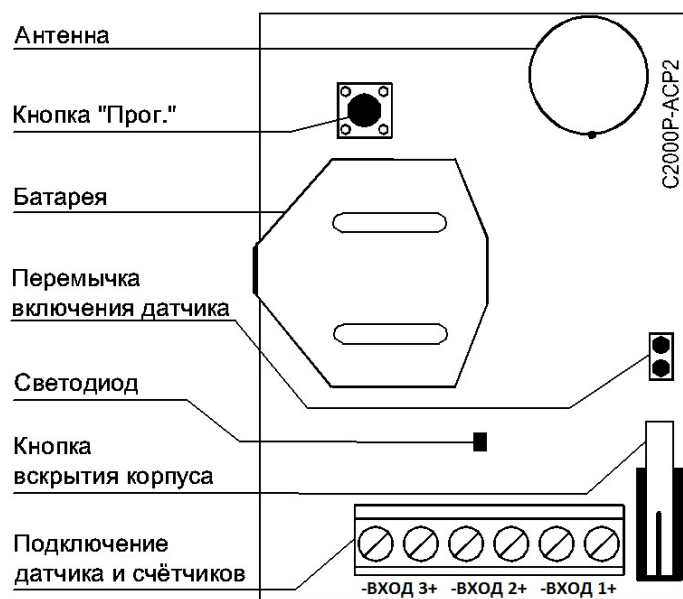

Рисунок 11.12
*Настройку АСР2 следует производить при 30-ти секундном режиме опроса. Для перехода в этот режим следует запустить «Конфигуратор С2000Р» (см. Раздел 8) и выполнить короткое нажатие кнопки вскрытия корпуса на плате АСР2 (см. Рисунок 11.12).*
Тест качества связи запускается посредством короткого нажатия на кнопку «Прог.» (см. Рисунок 11.12). Процедура длится 60 секунд, при этом подаётся световая индикация, соответствующая текущим результатам тестирования (см. Таблицу 11-27).